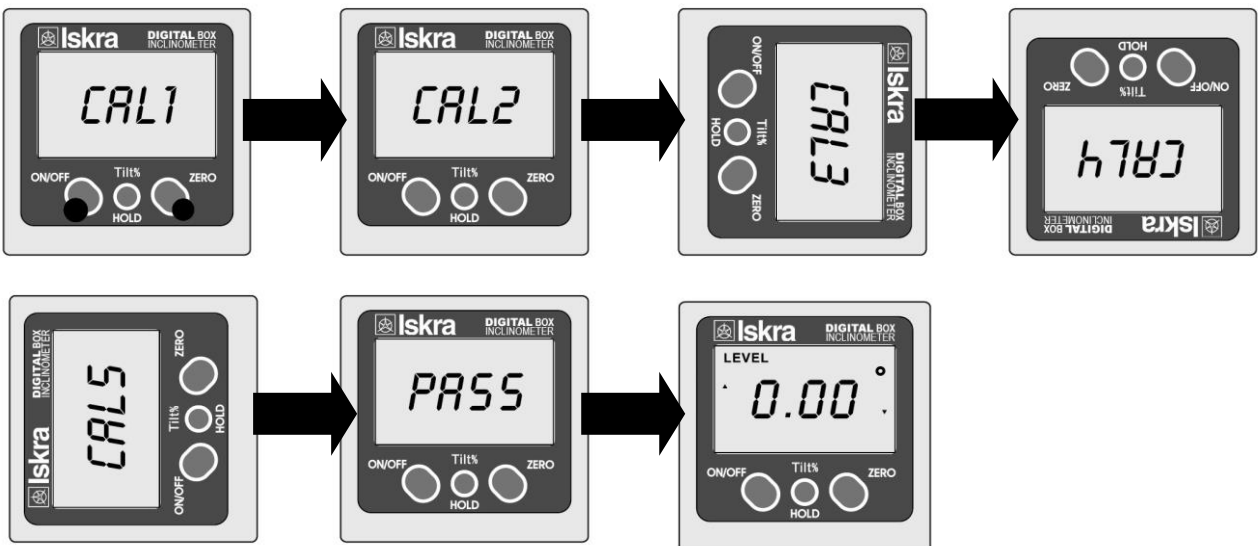

FIG. 3
- Uglomer postavite na vodoravnu površinu. Pritisnite dugme „ZERO“ i zatim dugme za uključenje. Na ekranu će biti ispisano „CAL 1“, što znači da uređaj radi u modu kalibracije. (Fig. 3)
- Ponovo pritisnite dugme „ZERO“. Na ekranu će biti ispisano „CAL 2“. Nagnite uglomer za 90° i pritisnite dugme „ZERO“. Na ekranu će biti ispisano „CAL 3“. Nagnite uglomer za 90° i pritisnite dugme „ZERO“. Na ekranu će biti ispisano „CAL 4“. Nagnite uglomer za 90° i pritisnite dugme „ZERO“. Na ekranu će biti ispisano „CAL 5“. (Fig. 3)